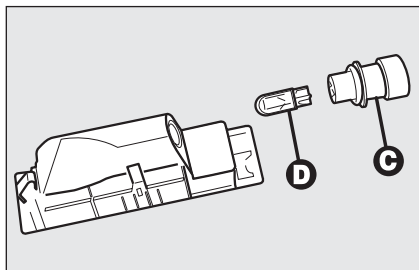

fig. 41
- enlever le porte-lampes **C-fig. 41** en le faisant tourner légèrement et remplacer l'ampoule **D** insérée à pression.